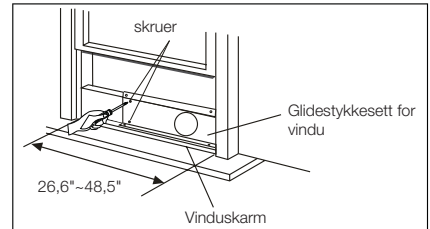
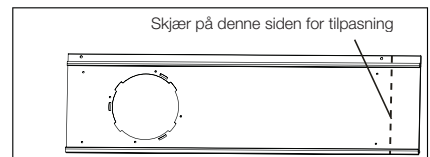
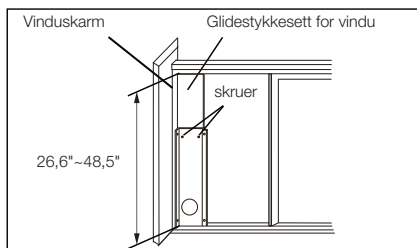

Fig. 13
Fig. 14
Fig. 19
2. Åpne vindusrammen, og plasser glidestykket for vindu på vinduskarmen (Fig. 13). Fest glidestykket til vinduskarmen. Juster lengden på glidestykket i forhold til vinduets bredde. Skru inn de to skruene på glidestykket. Se Fig. 13. Skjær av det justerbare glidestykket dersom vinduets bredde er mindre enn 67,6 cm (Fig. 14).
2. Åpne vindusrammen, og plasser glidestykket for vindu på vinduskarmen. Se Fig. 19. Fest glidestykket til vinduskarmen. Juster lengden på glidestykket i forhold til vinduets høyde. Skru inn de to skruene på glidestykket. Se Fig. 19. Skjær av det justerbare glidestykket dersom vinduets høyde er mindre enn 67,6 cm (Fig. 14).